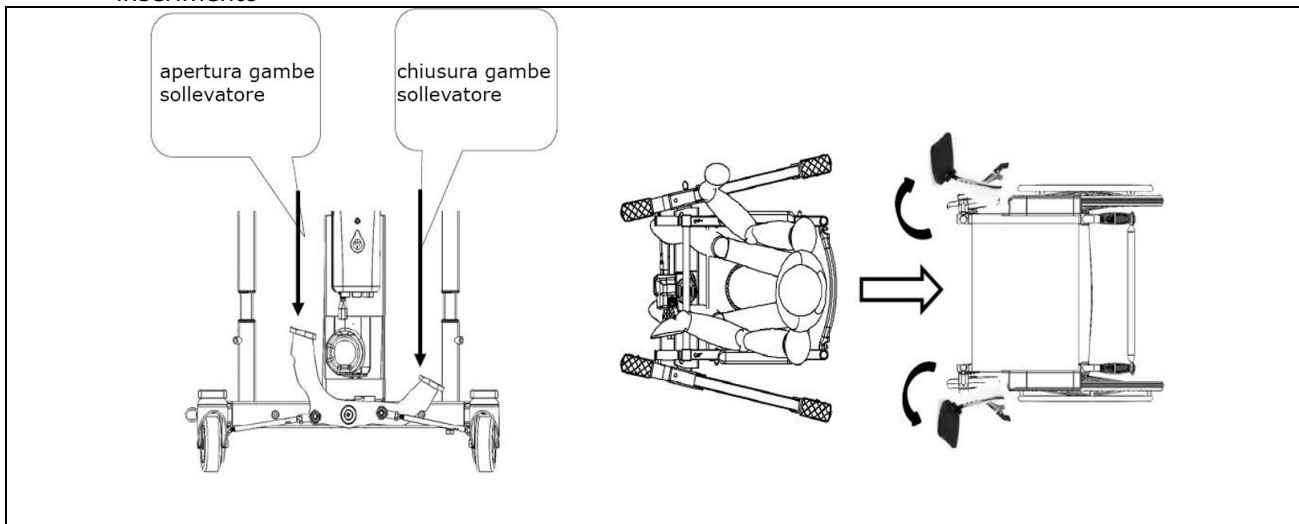

Fig.17
- nel caso per avvicinarsi al paziente fosse necessario, le gambe del deambulatore possono essere allargate mediante la pressione sul pedale di sinistra, la pressione sul pedale di destra riporta le gambe in posizione parallela (Fig. 17)
la posizione con le gambe del deambulatore allargate come in Fig. 17 è più stabile quindi se non vi sono impedimenti per passaggi stretti, è consigliabile che il movimento del sollevatore con il paziente a bordo avvenga con le gambe così regolate.